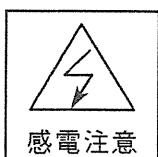

図2-1
- スイッチング電源部には、図2-1の様なラベルが貼り付けてあります。